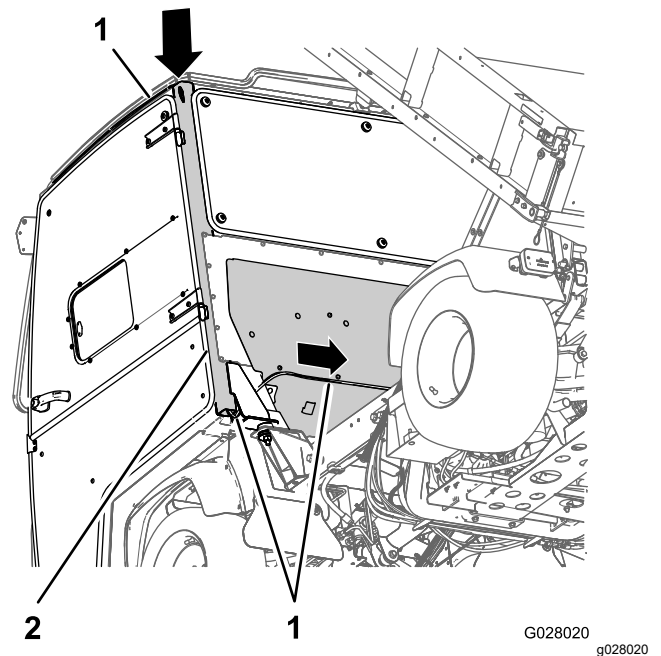

Figuur 26
1. Leid aan de dakconsole de kabelboom voor de sproeiervloeistofpomp (Figuur 26) naar links en langs de zijkant van de slang die u hebt gemonteerd in De slang leiden (bladz. 9).
2. Leid de kabelboom naar achteren langs het linker framekanaal van de cabine (Figuur 26).